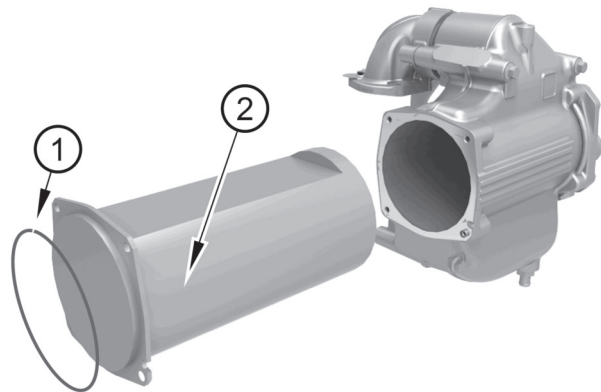

Figure 27
1. Déposez le joint torique (figure 27, repère 1) et le faisceau tubulaire (repère 2).